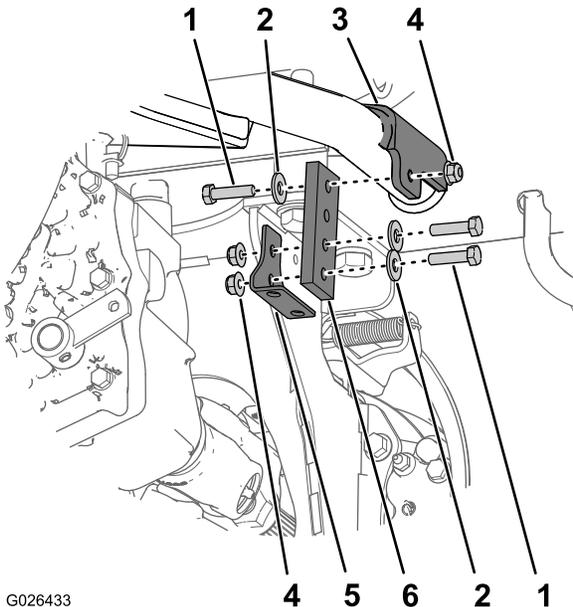

Figura 9
1. Instale 2 de los taladros de la otra pletina de fijación del tubo de escape con los taladros del soporte del tubo de escape (Figura 9).
2. Sujete la pletina de fijación del tubo de escape al soporte del tubo de escape con 2 pernos (5/16 x 1-1/4 pulgada), arandelas y tuercas con arandela prensada (Figura 9).
3. Alinee el taladro del otro extremo de la pletina de fijación del tubo de escape con el taladro de la pestaña de montaje del tubo de sujeción del depósito (Figura 9).
4. Sujete la pletina de fijación del tubo de escape a la pestaña de montaje con 2 pernos (5/16 x 1-1/4 pulgada), arandelas y tuercas con arandela prensada (Figura 9).